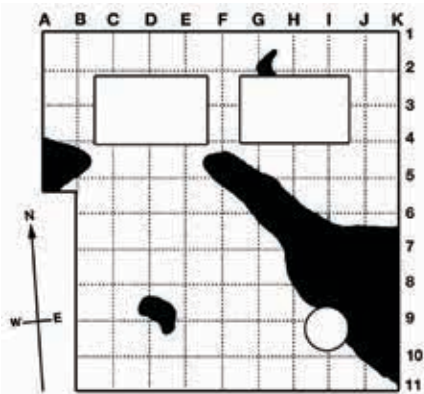

Figure 4 Marquages du quadrillage
- Choisissez une largeur de quadrillage appropriée, c.-à-d., 1,5 m (5 ft) et; sur le périmètre Nord-Sud, inscrivez 1, 2, 3, etc., et sur le périmètre Est-Ouest, inscrivez A, B, C, etc. Transférez les marquages de cette grille sur votre esquisse du toit. (Fig 4).
- Procédez à l'analyse en déplaçant le Dec Scanner le long de la ligne imaginaire A et inscrivez l'emplacement sur le papier quadrillé de l'esquisse et la surface de toit si souhaité lorsque de l'humidité est indiquée. N.B. Dans ce faux test, l'emplacement A4 constitue le premier point de contact avec l'humidité (Figure 4).